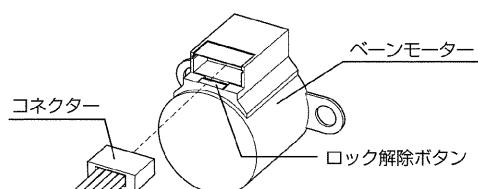

図33
- (2) ベーンに接続しているコネクターを外します。コネクターはロックされていますのでロック解除ボタンを押しながらコネクターを外します。(図33)
- (3) ベーンモーターカバーを、外したときと逆の要領で取付けてください。
- (4) 手動でベーンをゆっくりと設定したい方向に合わせます。